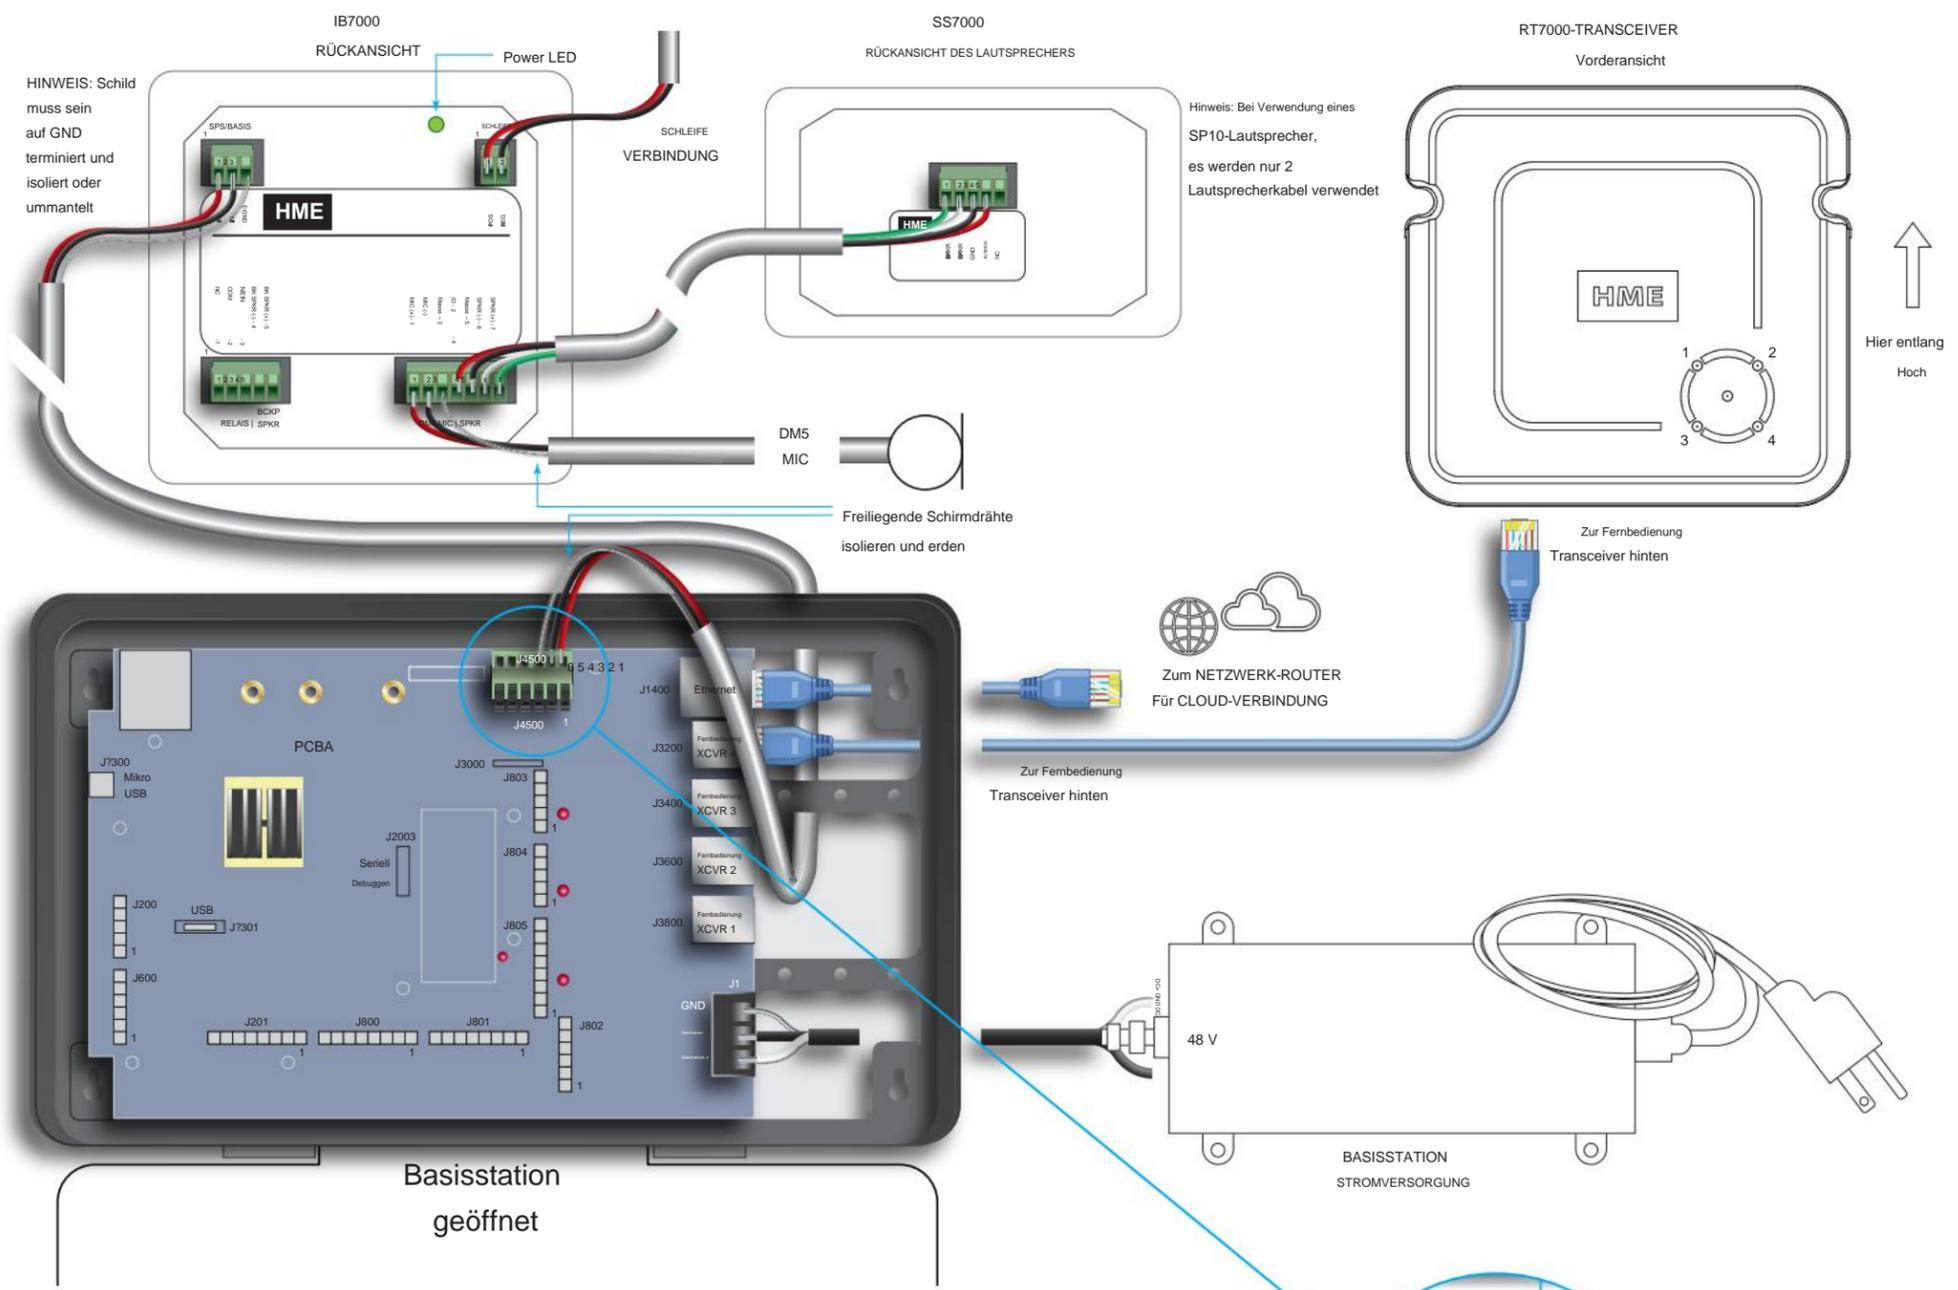

Abb. 2.3
- 6. Installieren Sie die anderen Komponenten. Das DM5-Mikrofon und der SS7000-Lautsprecher oder der SP10-Lautsprecher müssen über die IB7000-Schnittstellenbox installiert werden. Verwenden Sie Abb. 2.3 als Verdrahtungsreferenz und sehen Sie sich „Komponentenhinweise“ auf Seite 3 an.
Abb. 2.3 zeigt die Anschlüsse für eine einspurige Durchfahrt.